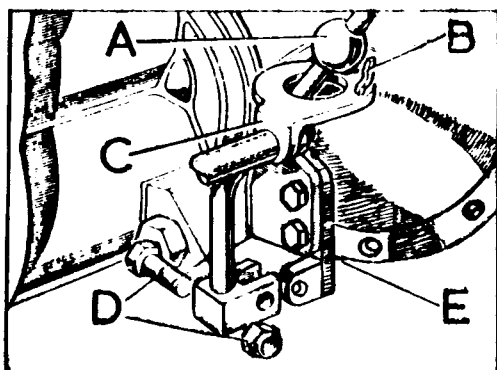

Fig. C-72 Palanca de la caja reductora
- 1.4. Retirar los elementos de fijación, D (Fig. C-72) de la palanca, A, de la caja reductora, de su unión al soporte, E, en el cárter de embrague, y retirar la palanca, teniendo cuidado de que no se caiga el muelle, B, alojado entre la rótula de la palanca y el eslabón, C.